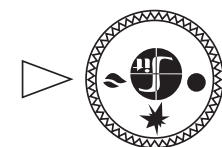

Рис. 7
- 6.4. В этом положении ручка управления удерживается нажатая до упора, одновременно нажимается (при необходимости несколько раз) кнопка пьезовоспламенителя, пока не загорится пилотная горелка (см. в смотровое окно). После того как загорится пилотная горелка, ручка удерживается в нажатом состоянии не менее 30 секунд, после чего ручка отпускается и переводится в положение «факел» (рис. 7). При переводе ручки управления в положение «факел», подача газа к главной горелке разблокируется.